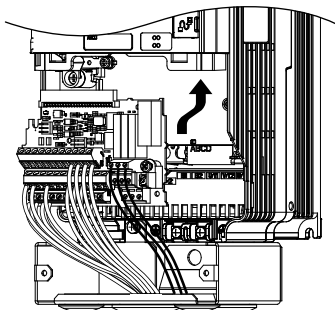

Figura 6.5 Instale a placa do terminal
1. Após ligar o circuito de potência, conecte o bloco do terminal ao inversor como mostra a Figura 6.5. Use um parafuso de instalação para prender o bloco do terminal no lugar.